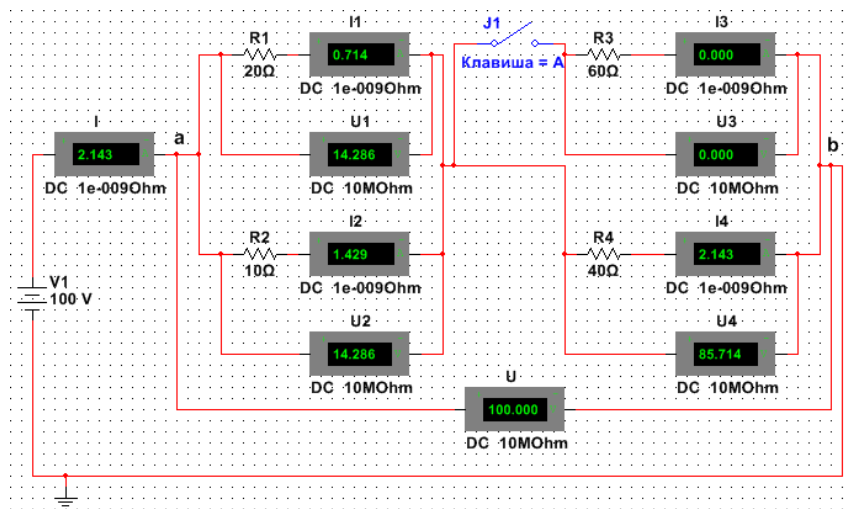

Рис. 2.2.7. Схема исследования цепи постоянного тока
3. Собрать на рабочей области электрическую цепь постоянного тока (рис. 2.2.7) при разомкнутом ключе.